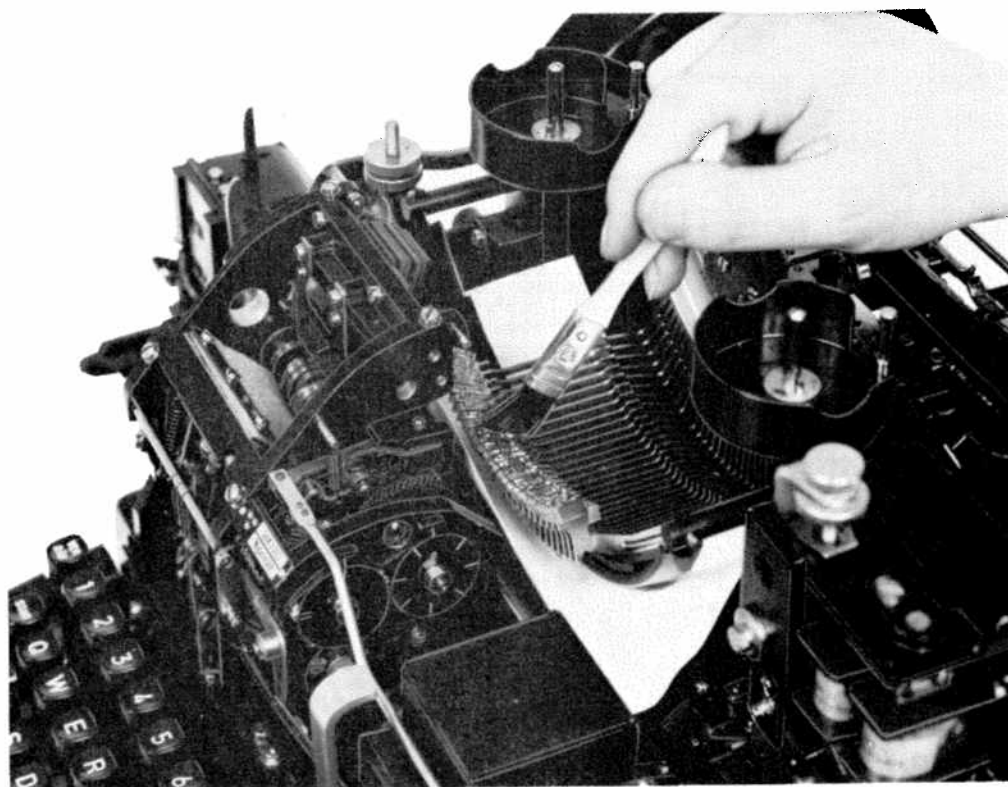

Bild 14
3.2.1.6 För in ett skydd av papper eller plast under typarmarna i tryckaren och tvätta dem sedan med sprit 35, bild 14. Torka sedan av typarmarna med en putsduk.